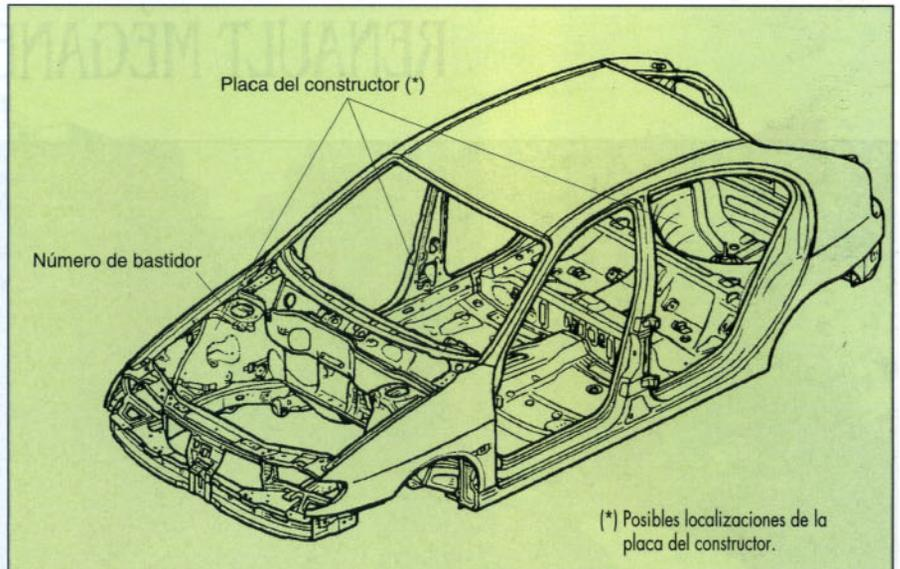

Figura 1.- Situación de las placas de identificación del vehículo
La situación de estas placas se refleja en la figura 1.
• **El número de bastidor** se encuentra troquelado en la parte superior de la torreta de suspensión derecha (figura 1).